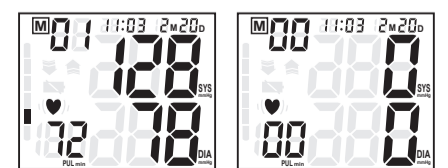

Figura 5
- Si el tensiómetro tuviera almacenadas mediciones anteriores, el display le indicará momentáneamente la más reciente. Ver Figura 5. Si no existieran mediciones anteriores el display le indicará cero. Ver Figura 6.